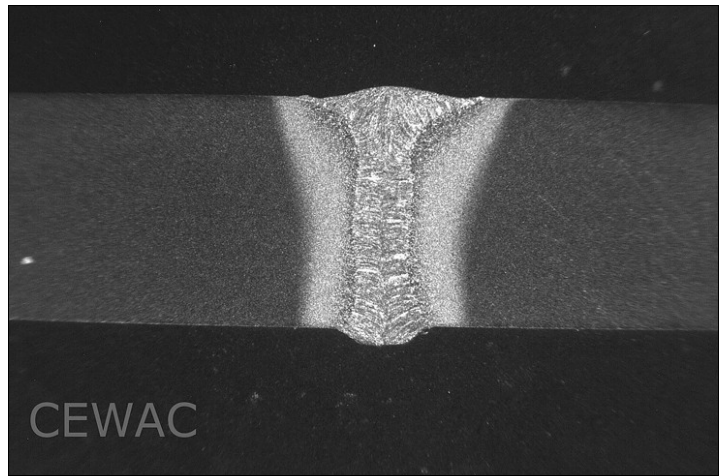

Figure 6: soudure HLW bout-à-bout d'acier (6 mm) à 0,6 m/min
- soudage acier 6 mm en configuration bout-à-bout, soudé à 0,6 m/min (fig. 6).